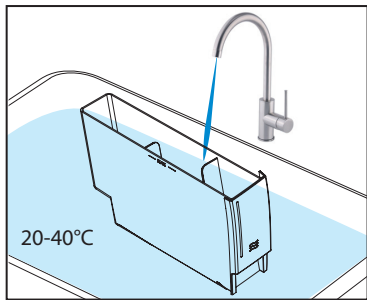

Bild 3
3. Skölj vattentanken nogga med rent vatten, 20–40 °C. (Se bild 3.)